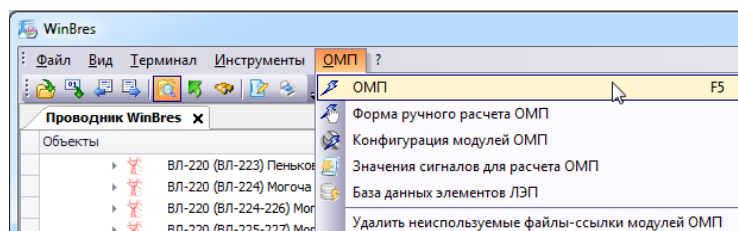

Рис. 3.1.2. Вызов функции ОМП с помощью пункта главного меню
- с помощью пункта главного меню «ОМП → ОМП (F5)» (рис. 3.1.2).